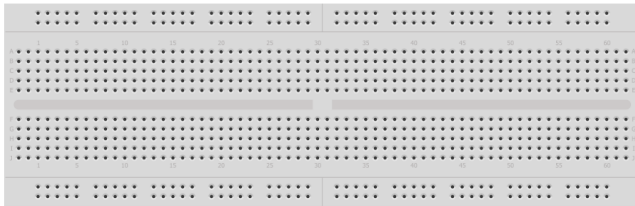

Figura 1: *Protoboard*.
- Desenhe, na Figura 1, a organização das trilhas da *protoboard*.